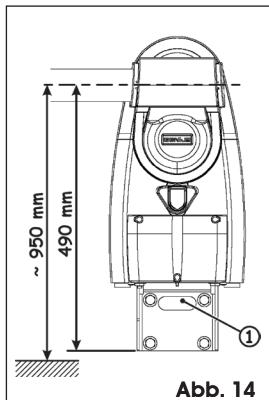

Abb. 14
Bei der Wandmontage können die Stromkabel ins Mauerwerk eingelassen werden und dann aus der Aufnahme herausstretzen, Abb. 14 Bez. ①, oder extern unter Zuhilfenahme von Rohren oder Ummantelungen verlegt werden. Zur Feststellung der Position der Kabel wird auf das Kapitel 4.3.1 verwiesen.
- Die Position der Halterung bestimmen und dabei das Maß aus Abb. 14 berücksichtigen. Empfohlen wird der Einbau der Automation, sodass die Stange sich auf einer Höhe von etwa einem Meter vom Boden befindet.